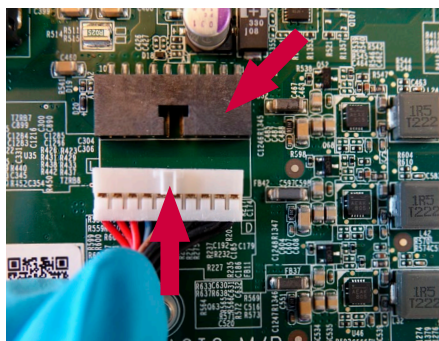

Figure 32 - Rebranchement du connecteur de la batterie
a) Rebrancher la batterie au connecteur de la batterie (voir Figure 12 et Figure 32)